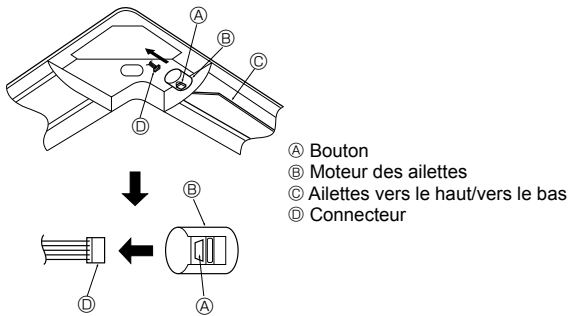

Fig. 5-11
5.7. Verrouillage du sens de la soufflerie d'air vers le haut/vers le bas (Fig. 5-11)